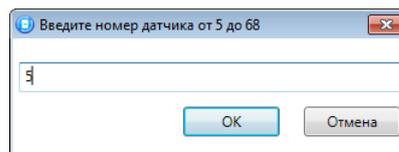

Рис. 4.1 – Ввод номера радиоустройства
- В открывшемся окне укажите номер радиоустройства из числа еще не занятых в нумерации шлейфов и радиоустройств (в указанном диапазоне) и нажмите кнопку ОК (см. рис. 4.1).